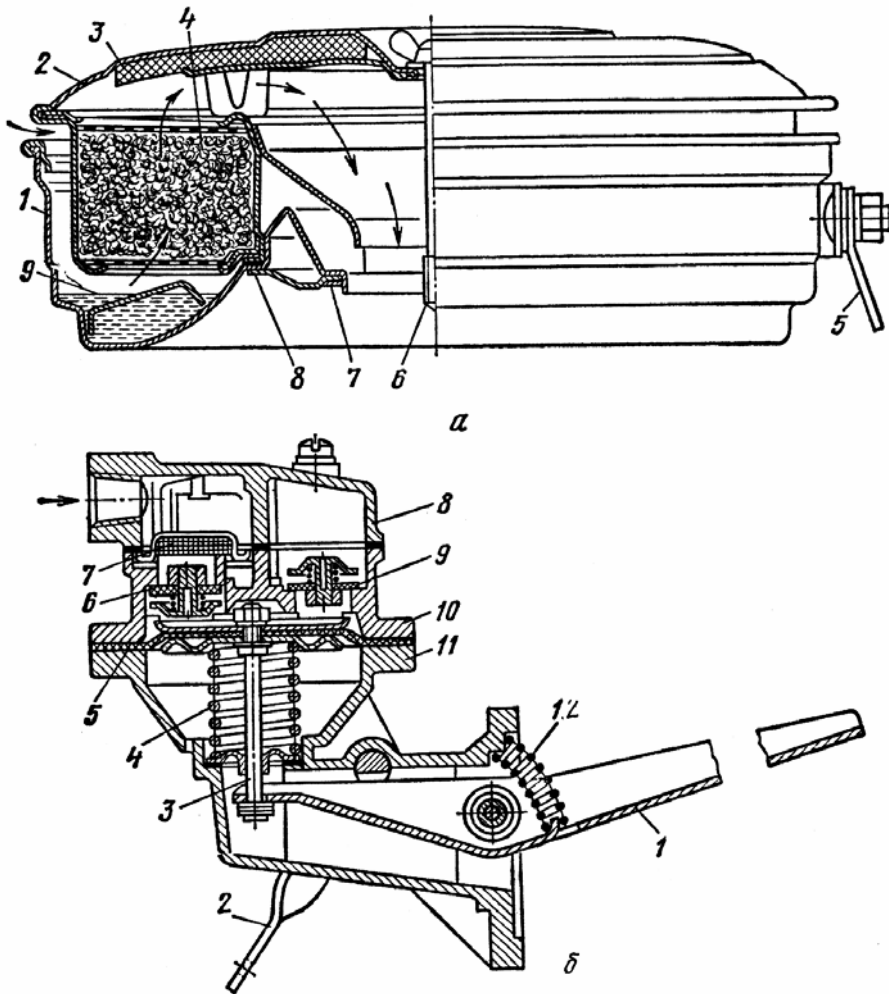

Рис. 4.25. Приборы системы питания двигателя ЗМЗ-53:
2. Изучите устройство и принцип работы воздушного фильтра (рис. 4.25, а). По рисунку установите название деталей и запомните их; рассмотрите корпус, найдите на нем отметку, до которой наливают масло; уясните способ крепления в крышке фильтрующего элемента.
3. Изучите устройство и принцип работы топливного насоса Б-9ДГ, (рис. 4.25, б).